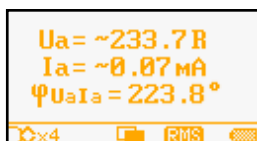

Рисунок 30 – Кадр подменю «Однофазные измерения: Импеданс» (страница 2)
6.4.5.5 Вторая страница (рисунок 30) содержит результаты измерений тока, напряжения и угла между измеряемыми векторами.